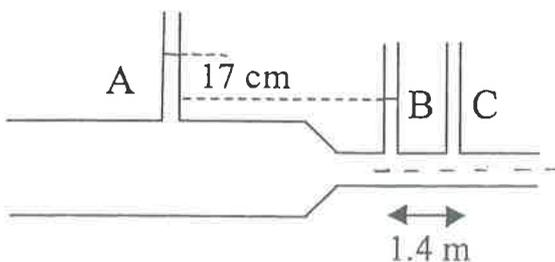

Figura 1
1.- (4 puntos) Un depósito de grandes dimensiones, cerrado a la atmósfera, contiene agua hasta una altura de 4 m. En su parte superior existe aire comprimido a una presión manométrica de 12960 Pa. El depósito desagüa a la atmósfera a través de una tubería horizontal en su base seguida de una tubería de la misma sección inclinada un ángulo  $\alpha$  ( $\text{sen } \alpha = 0.6$ ) y de una tercera tubería con la misma inclinación y de sección mitad, tal como indica la **Figura 1**. Suponiendo despreciables los efectos de viscosidad y las pérdidas en el codo, calculad: